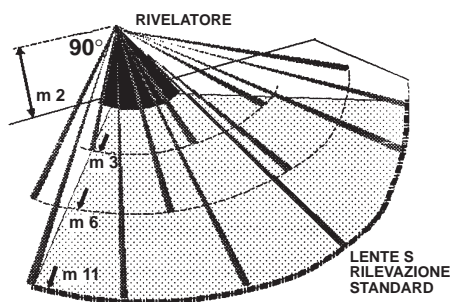

Figura 2
- b)** Se il LED di allarme si accende in continuazione, riprovare senza alcuna persona nell'area protetta o escludendo ogni sorgente irradiante che potrebbe essere la fonte dell'interferenza (Figura 2).